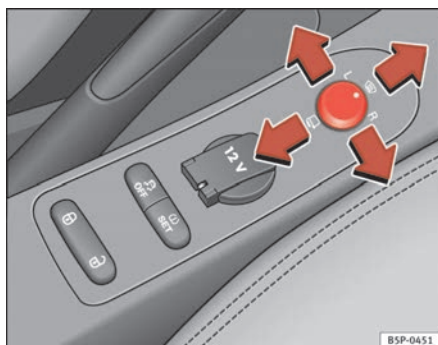

Abb. 90 Drehknopf für Außenspiegeleinstellung
1. Drehen Sie den Drehknopf ⇒ Abb. 90 in Stellung **L (linker Außenspiegel)**.
- Drehen Sie den Drehknopf nach vorne auf die mittlere Stellung ⇒ Abb. 90 ①, damit die Heizung der Außenspiegel und die Funktion der beheizbaren Windschutzscheibe* im Bereich der Ruhestellung der Wischerblätter eingeschaltet wird ⇒ Seite 130.
- Drehen Sie den Drehknopf ⇒ Abb. 90 in Stellung ☞, um die Außenspiegel anzuklappen. Sie sollten die Außenspiegel immer anklappen, wenn Sie eine automatische Waschanlage durchfahren, um Beschädigungen zu vermeiden.